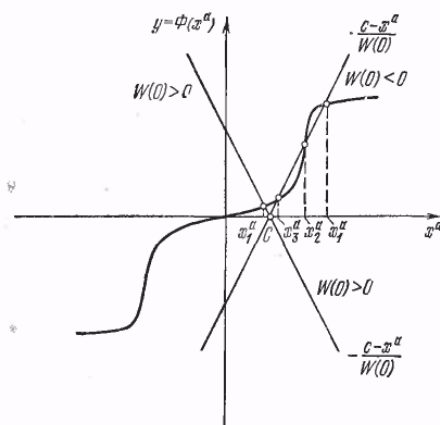

Рис. 2
Графическое решение уравнения (24) изображено на рис. 2. Если нелинейная система статическая, т. е.  $W(0) < \infty$ , то при изменении величины внешнего воздействия изменяется состояние равновесия, а при  $W(0) < 0$  возможно также изменение и числа состояний равновесия.